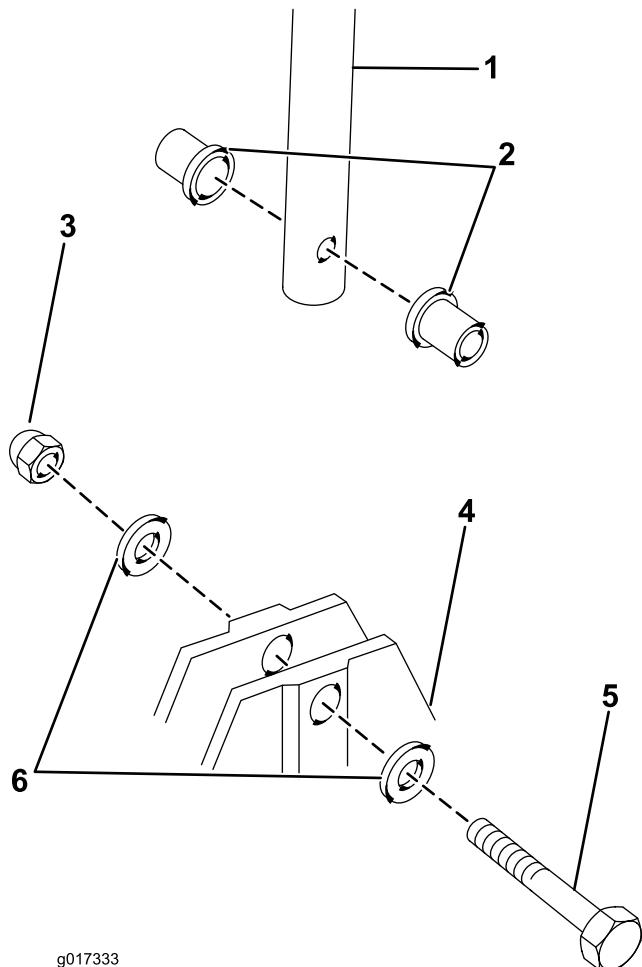

図 3
1. フレームにブッシュ (2枚) を挿入する (図 3)。
2. ブッシュの間に下ハンドルを入れ、ハンドルバー bolt (1本)、ワッシャ (2枚)、ナット (1個) で固定する (図 3)。